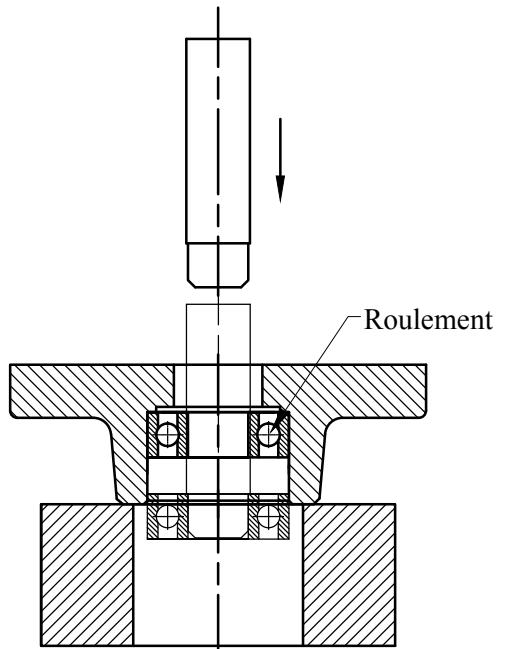

Fig. 4
8. Utiliser une presse d'axe pour presser les roulements du moteur d'air. Reportez-vous sur la figure .4.